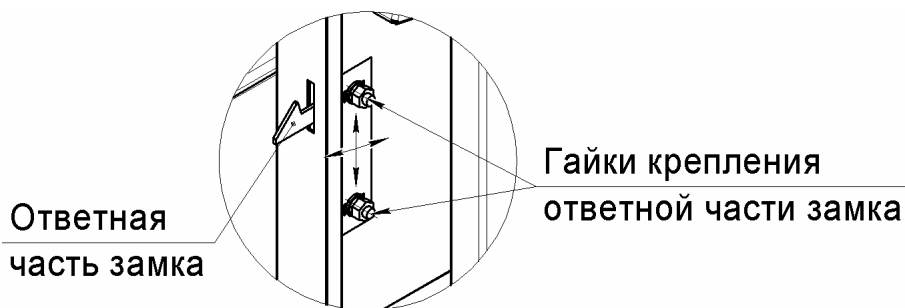

Рис.7
8.5.5 Для регулировки прилегания дверки к лицевой панели камеры, необходимо (см. рис.7):